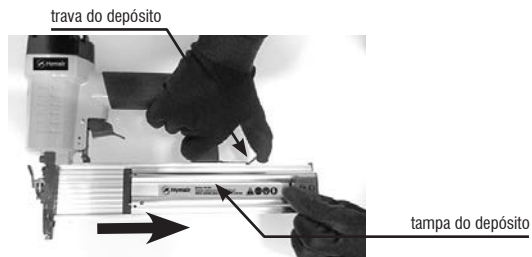

Fig. 3 – Abrindo o depósito de pinos
- 5 - Em seguida deslize a tampa do depósito para abrir, Fig. 3;